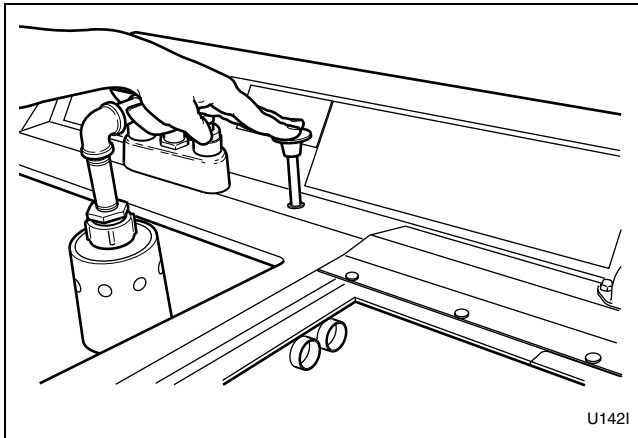

Figura 7
2. Cierre el desagüe del compartimiento de lavado a usar. Consulte la *Figura 7*.